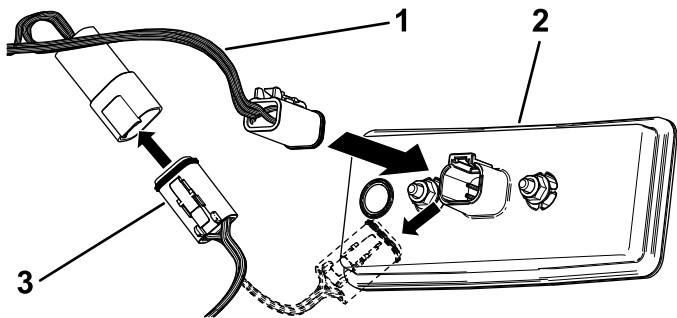

図 3
6. 左側テールライトから、ブレーキ方向指示器キットのワイヤハーネスを外し、このキットのテールライトコネクタを接続する図3。
7. このキットのワイヤハーネスについている他のコネクタを、いま取り外したブレーキ方向指示器キットのワイヤハーネスに接続する図3。